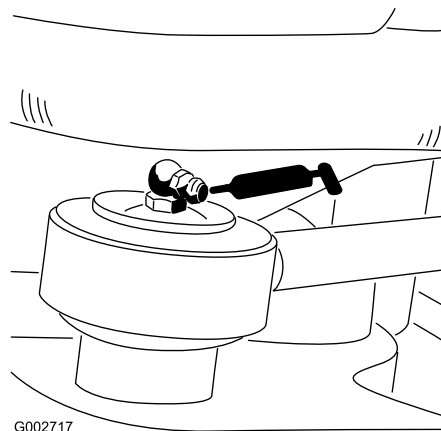

Bild 24
- Ende der Lenkzylinderstange (1) (nur Modell 08705) (Bild 24)